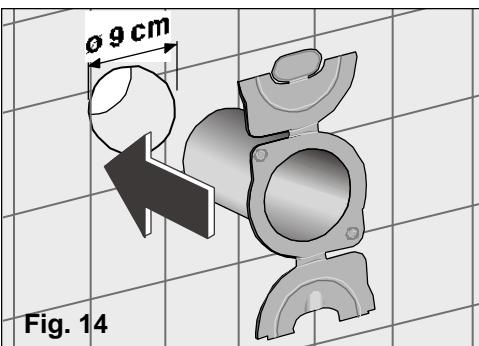

Fig. 14
- Hacer un orificio de 9 cm de diámetro en el muro en la cual se colocarán los accesorios Pasamuros, Fig. 14.